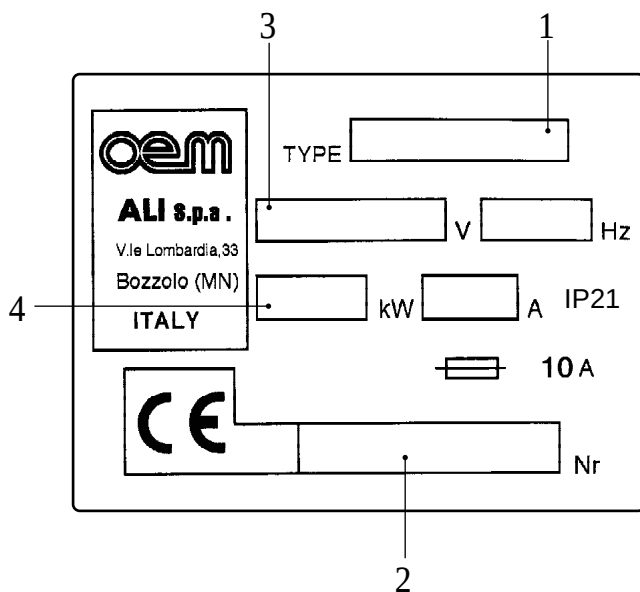

Fig. 1
Una targhetta posta sul forno, riporta il modello (1 - Fig. 1), la matricola (2), il voltaggio (3) e la potenza (4), nonché l'indirizzo della ditta costruttrice.
An identification plate on the kiln shows the model (1 - Fig. 1), the registration number (2), the voltage (3) and the power (4), as well as the address of the manufacturing company.
Une plaquette, placée sur le four, reporte le modèle (1 - Fig. 1), le matricule (2), le voltage (3) et la puissance (4), ainsi que l'adresse du fabricant.
Auf dem am Gerät angebrachten Typenschild stehen Modell (1 - Abb. 1), Seriennummer (2), Spannung (3), Leistung (4) und die Adresse des Herstellers.
Una placa colocada en el horno, indica el modelo (1 - Fig. 1), la matrícula (2), el voltaje (3) y la potencia (4), además de la dirección de la empresa fabricante.